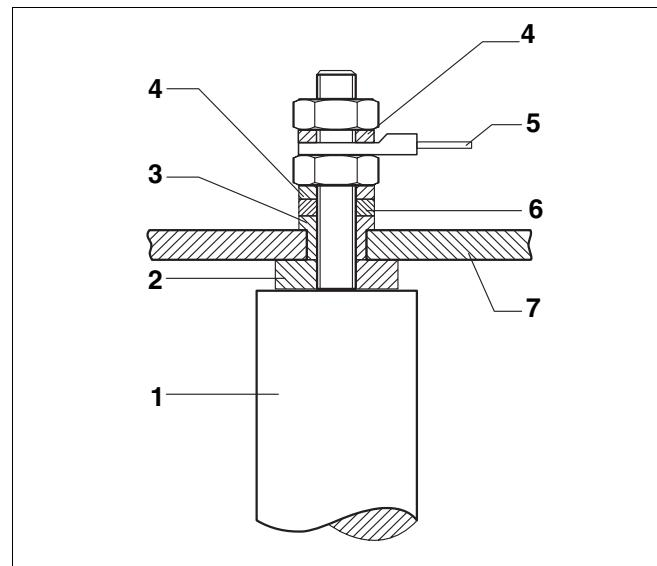

Рис. 10 Установка магниевого анода
- Вывернуть болты из крышки смотрового люка, снять крышку люка вместе с магниевым анодом и проверить износ анода (рис. 10).
- Установить новое уплотнение магниевого анода (рис. 10).